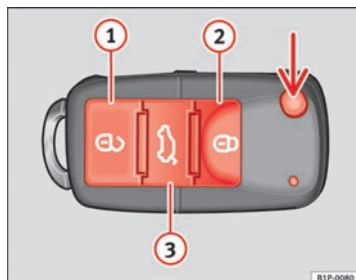

Abb. 46 Tastenbelegung Funkschlüssel
Mit der Taste  ⇒ Abb. 46 (Pfeil) der Fernbedienung wird der Schlüsselbart ausgeklappt.
Fahrzeug entriegeln  ⇒ Abb. 46 ①.
Fahrzeug verriegeln  ⇒ Abb. 46 ②.
H Heckklappe entriegeln. Die Taste  ⇒ Abb. 46 ③ betätigen, bis alle Blinkleuchten am Fahrzeug kurz aufleuchten. Nach Drücken der Entriegelungstaste  ③ können Sie die Heckklappe innerhalb von 2 Minuten öffnen. Nach Ablauf dieser Zeit wird die Heckklappe wieder verriegelt.
- Drücken Sie die Taste  2 ⇒ Abb. 46 auf der Funk-Fernbedienung.
- Drücken Sie die Taste  1 ⇒ Abb. 46 auf der Funk-Fernbedienung.